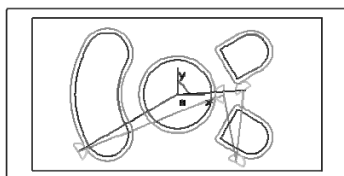

图 2-72 生成的刀具轨迹
2) 单击鼠标右键确认,系统开始计算,稍后得出刀具轨迹如图 2-72 所示。